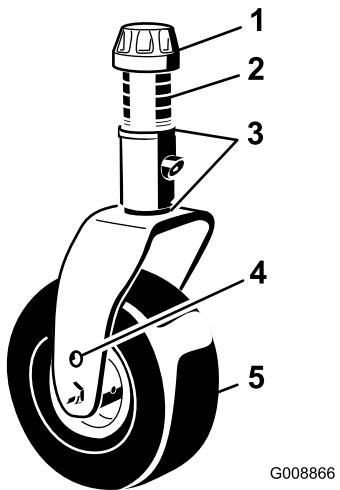
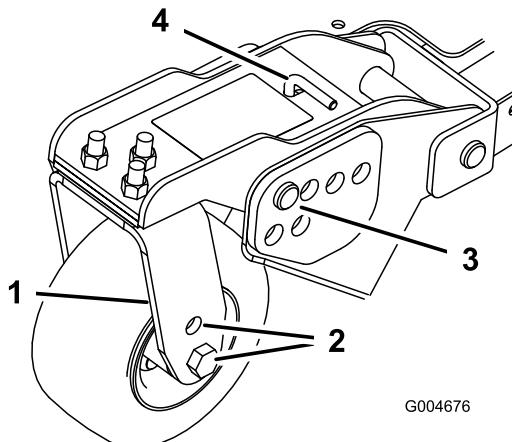
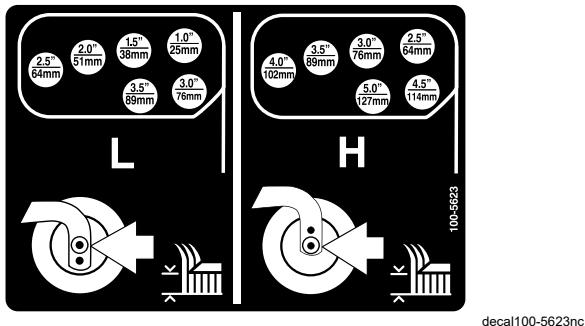

Figure 22
Figure 24
Figure 25
1. Placez les axes des roues pivotantes dans les mêmes trous sur toutes les fourches (Figure 22 et Figure 24).
2. Enlevez le chapeau de tension de l'axe de pivot et sortez l'axe du bras de la roue pivotante (Figure 22).
6. Enlevez la goupille fendue et les axes de chape des bras de pivot (Figure 24).
7. Tournez la tige de tension pour éléver ou abaisser le bras de pivot jusqu'à ce que les trous soient en face de ceux du support de hauteur de coupe sélectionnés dans le cadre du tablier de coupe (Figure 24 et Figure 25).